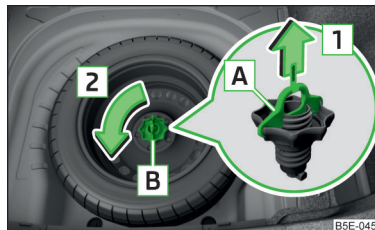

Fig. 320
Roata se află într-un locaș aflat sub podeaua portbagajului și este fixată cu un șurub de siguranță **B** » fig. 320.
- » Extrageți siguranța **A**, în sensul săgeții **1** » fig. 320.
- » Înșurubați șurubul de siguranță **B** în sens opus săgeții **2** » fig. 320.